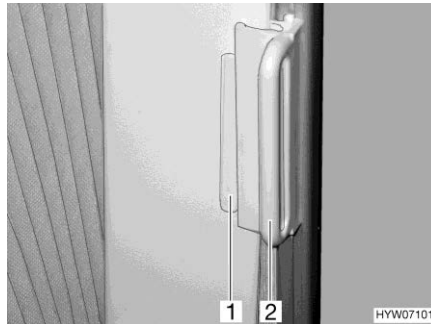

Fig. 102 Dispositif occultant plissé, fenêtres de la cabine de conduite
- Saisir les dispositifs occultants plissés par la poignée (Fig. 102,2) et tirer avec précaution jusqu'à ce que le blocage magnétique les maintienne fermés.
- Pousser la poignée (Fig. 102,2) sur la pièce de fixation (Fig. 102,1). Le dispositif occultant plissé est bloqué.